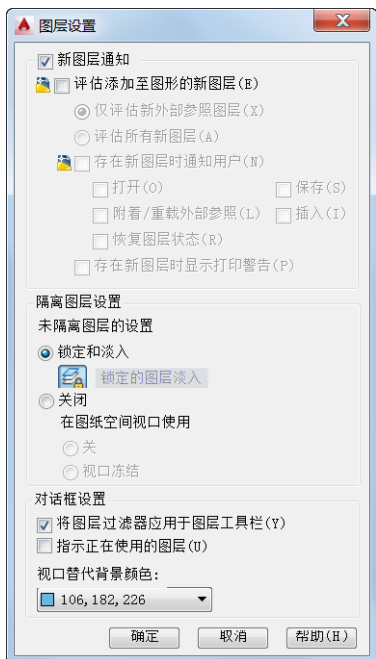

图 6-4 “图层设置”对话框
(10) 状态行：显示当前过滤器的名称、列表视图中显示的图层数和图形中的图层数。
(13) “设置”按钮 ：单击此按钮，弹出图 6-4 所示的“图层设置”对话框，从中可以